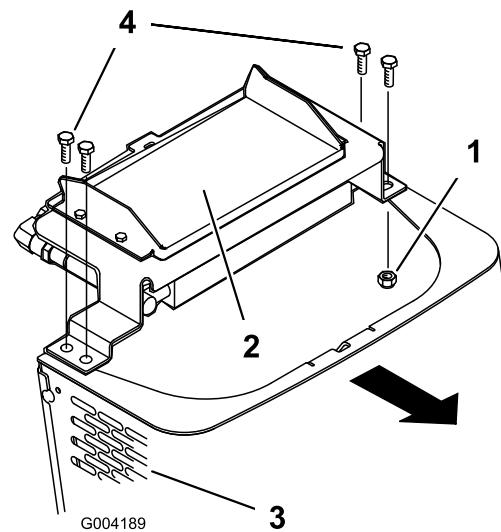

Figura 29
6. Retire los pernos de cuello largo y las tuercas que fijan el enfriador de aceite a la parte superior de la rejilla delantera (Figura 29).